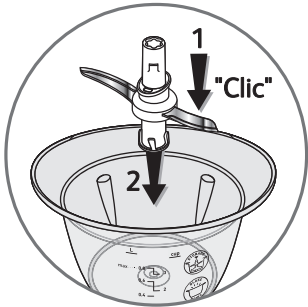

fig.C1
- 1 - Placez le couteau hachoir (C) sur l'entraîneur (E). Le couteau hachoir doit être correctement positionné jusqu'au clipsage sur l'entraîneur (fig. C1). Déposez l'ensemble dans le bol.